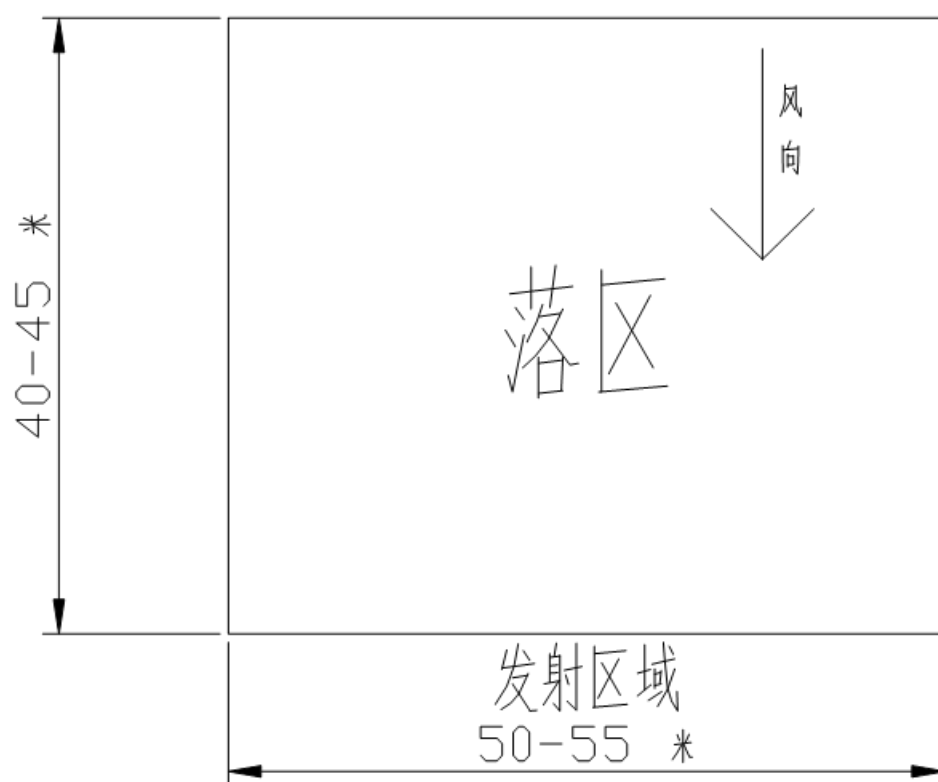

图 9 发射场地示意图
- c. 按照滑翔机停止前进后是否落入指定落区（落区为一个 $(40 \sim 45 \text{ 米}) \times (50 \sim 55 \text{ 米})$ 的矩形区域）（见附件 4 图 9）评分：滑翔机任何部位触及指定落区边界或降落在落区内即认为落入指定落区（5 分）；